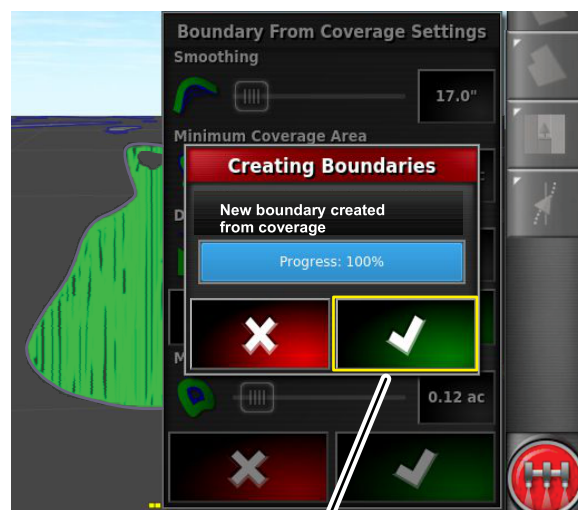

Figura 55
8. Pressione o ícone Confirmar na caixa de diálogo “demarcar limite a partir de área de cobertura” (Figura 55).